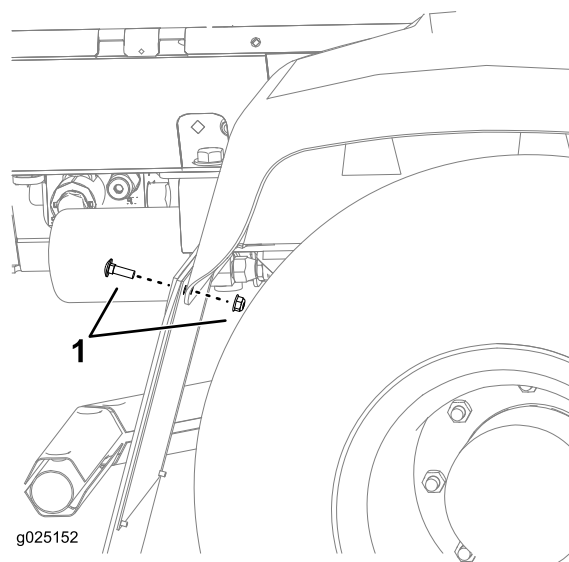

Figure 2
1. Déposez les fixations existantes sur le pare-boue de la roue droite (Figure 2).